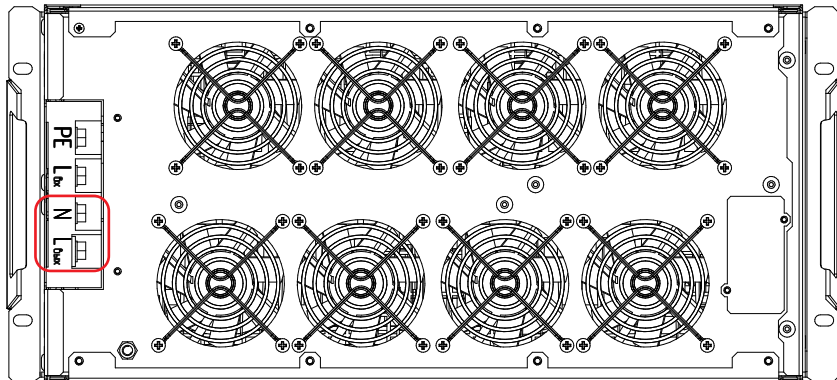

Рисунок 30. Стабилизатор Штиль IS12000RT, IS15000RT и IS20000RT. Выводы «N-Лвых»
- у моделей IS12000RT, IS15000RT и IS20000RT к выводам «N-Лвых» (**рисунок 30**).